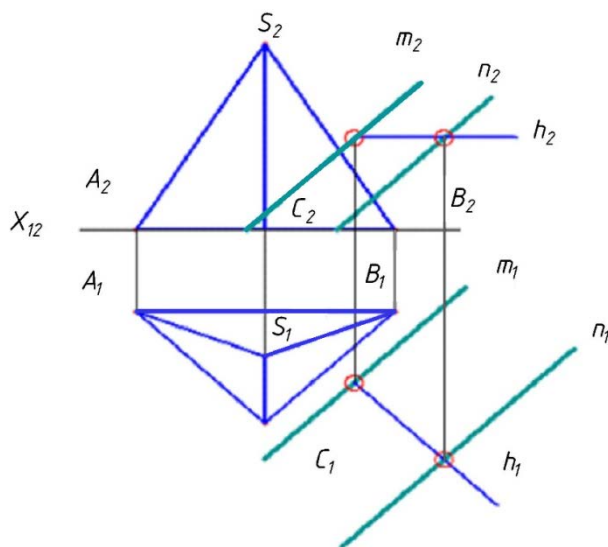

Рисунок 7 – Крок 1 алгоритму виконання РГР № 2
1. Провести в заданій площині лінію рівня (рис. 7). Наприклад, горизонталь  $h$ .